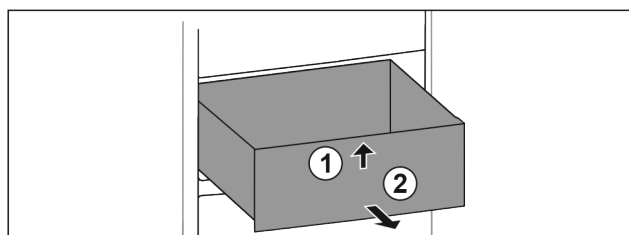

Fig. 15
- ▶ Nadvihnite zásuvku vpredu. Fig. 15 (1)
- ▶ Odoberte zásuvku dopredu. Fig. 15 (2)